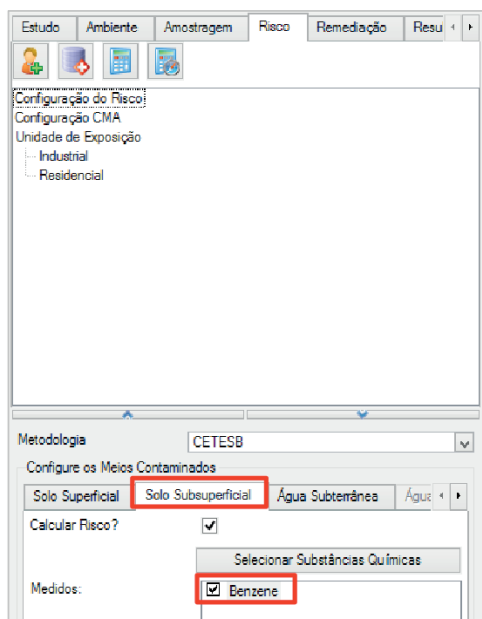

Figura 3.45 Configuração das substâncias químicas de interesse para o *Solo Subsuperficial*.
- No meio *Solo Subsuperficial*, adicione os compostos químicos Benzeno clicando sobre o botão *Selecionar Substâncias Químicas* e selecionando os compostos na janela selecione as substâncias químicas (Figura 3.45).